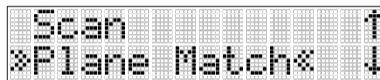

Abb. 18 PlaneMatch-Menü
- 5.) Drücken Sie die Taste M (h) und wählen Sie >>PlaneMatch<< (siehe Abb. 18).